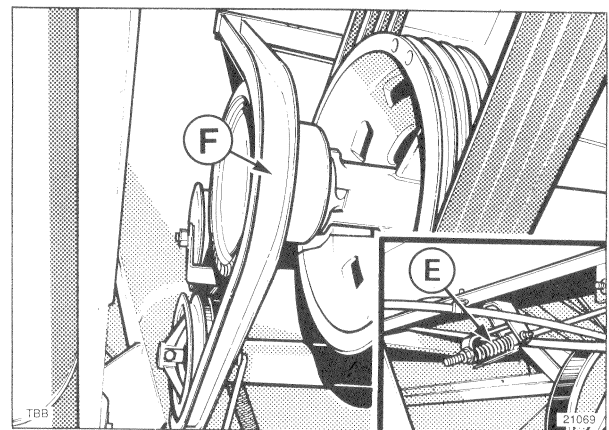

Fig. 130
**3. COURROIE D'EMBAYAGE DE LA GOULOTTE DE VIDANGE (Figure 130)**